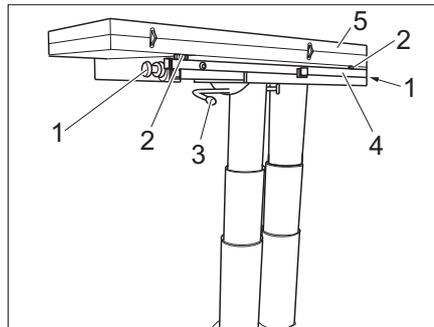

Fig. 111 Agrandir la table
- Desserrer les vis moletées (Fig. 111,1) des deux côtés.
- Basculer le levier de verrouillage (Fig. 111,3) vers la gauche. La table à hauteur réglable est déverrouillée.
- Sortir l'infrastructure de la table (Fig. 111,4).
- Déplier la moitié de table (Fig. 111,5).
- Régler la hauteur souhaitée du plateau de la table à l'aide des deux vis de réglage (Fig. 111,2).
- Basculer le levier de verrouillage (Fig. 111,3) vers la droite. La table à hauteur réglable est verrouillée.
- Desserrer le levier de verrouillage (Fig. 111,3).
- Replier la moitié de table (Fig. 111,5).
- Visser les deux vis de réglage (Fig. 111,2).
- Insérer l'infrastructure de la table (Fig. 111,4).
- Resserer à fond les vis moletées (Fig. 111,1) des deux côtés.
- Basculer le levier de verrouillage (Fig. 111,3) vers la gauche. Le verrouillage est ouvert.
- Le cas échéant, visser les vis de réglage (Fig. 111,2).